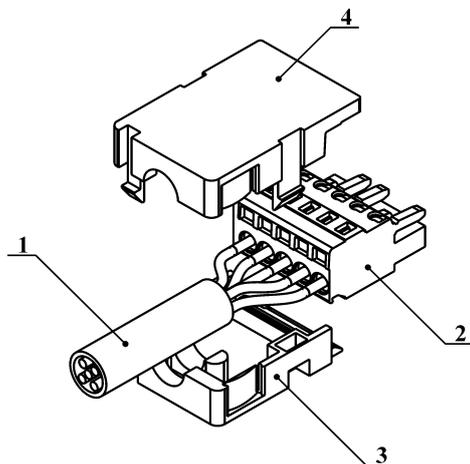

Рисунок 14 – Подключение кабеля к БС-08
– подключить кабель соединения БД-08 к контактам разъема ХТ2 БС-08. Подсоединение проводов к БС-08 выполняется следующим образом (рисунок 14):